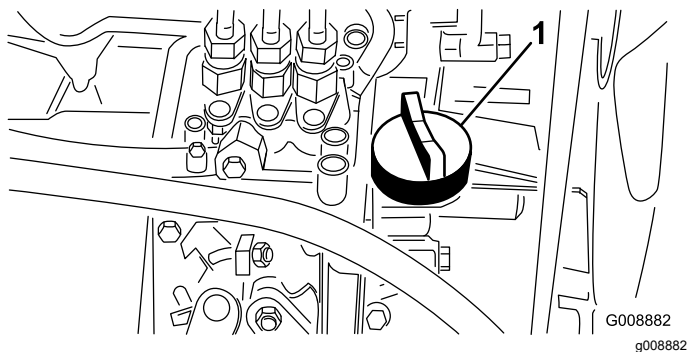

Figura 60
4. Se l'olio è insufficiente, togliete il tappo di rifornimento (Figura 60) e aggiungete lentamente piccole quantità di olio, controllando spesso il livello, finché non raggiunge il segno di pieno sull'asta.